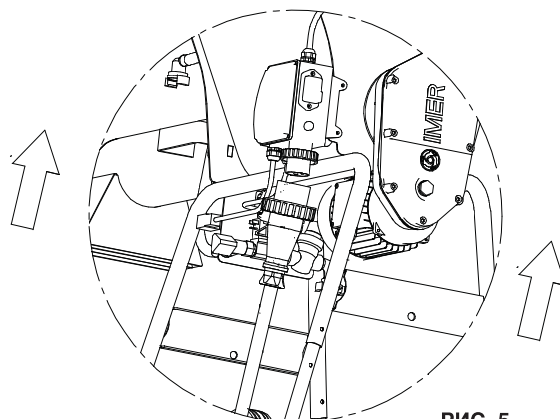

РИС. 5
10.1 ЭЛЕКТРИЧЕСКОЕ ПОДКЛЮЧЕНИЕ (см. Рис. 5)
Подсоедините к сети электропитания разъем смесителя, установленный на его электрическом шкафу (рис. 5).